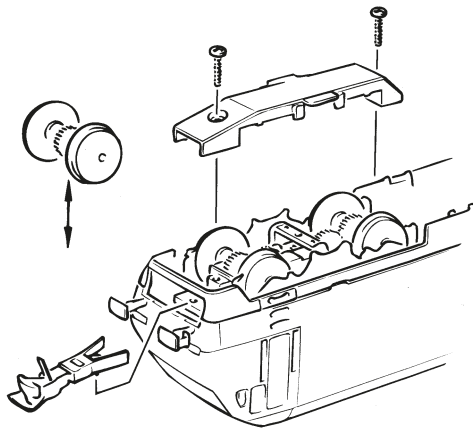

Fig. 10
4. Kohlebürstenwechsel: Lokgehäuse abnehmen (Fig. 4). Danach wird der Motor ausgebaut und die Kohlebürsten ausgewechselt (Fig. 10).
4. Carbon Brush Changing: First remove loco body (fig. 4), and then the motor (fig. 10).
4. Remplacement des balais du moteur: Démontez la caisse (voir fig. 4). Démontez ensuite le moteur et échangez le balais (fig. 10).